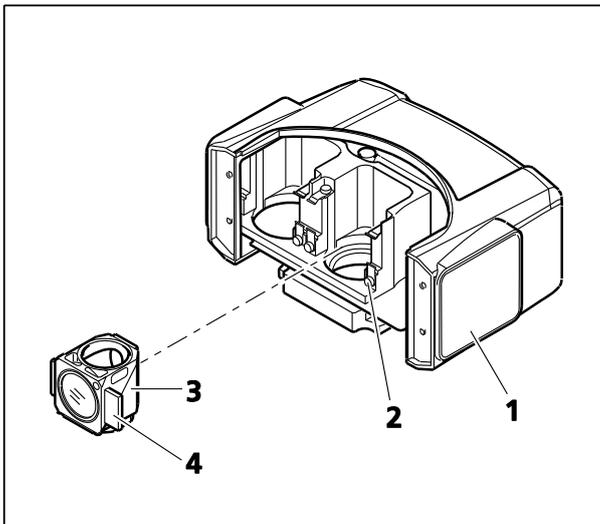

图 3-7 替换滤色镜插件中的滤色镜模块
- 将滤色镜插件 (图 3-7/1) 从主机架顶部取出 (见第 3.1.6 节)，将其转到正面，然后放下。
- 从下方以一定倾斜角将模块 (图 3-7/3) 插入滤色镜保持架的下部弹簧支架 (图 3-7/2) 中，其中保持架元件需安装到模块的右侧和左侧 (图 3-7/4)。